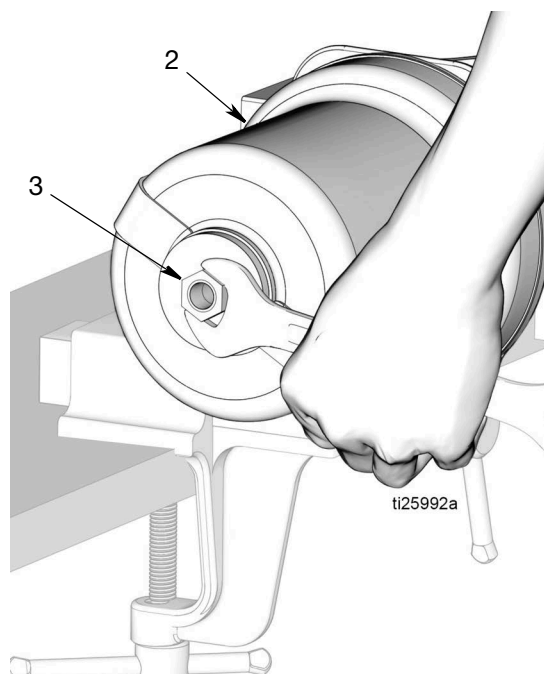

FIG. 54
- e. Visser le contre-écrou (3) du piston en haut du vérin pneumatique (2) comme montré sur la FIG. 54. Serrer l'écrou à l'aide d'une clé. Puis serrer à un couple de 20,3 à 23,1 N•m (15 à 17 po-lb).